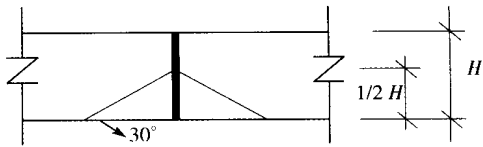

图 1 分格条的粘贴施工方法
- (1)正确掌握分格条两边砂浆的粘贴高度和角度,详见图 1。